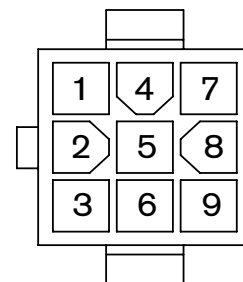

Figura 2: Collegamenti relè uscita perdita segnale video di LTC 5234/90
L'amplificatore di distribuzione video LTC 5234/90 dispone di quattro (4) uscite per la perdita di segnale video, che consistono in un serie di contatti con relè che si chiudono automaticamente quando si verifica una perdita di segnale video. I collegamenti per la uscita di perdita di segnale video vengono effettuati tramite un connettore a 9 pin sul pannello posteriore dell'unità. Il valore nominale del contatto è di 1 Ampere a un massimo di 40 Volt AC/DC. L'unità è dotata di un cavo a 9 pin idoneo ai collegamenti di uscita per la perdita di segnale video con il connettore. Vedere *Figura 2* per il collegamento dei pin.